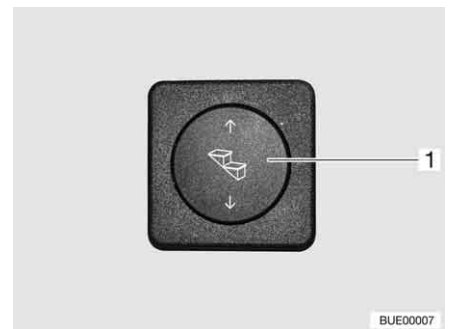

Fig. 12 Pulsante per il comando dello scalino di ingresso
- Premere in basso il pulsante basculante (Fig. 12,1) e tenerlo premuto (almeno 3 secondi), fino a che lo scalino di ingresso è stato completamente estratto.
- Premere in alto il pulsante basculante (Fig. 12,1) fino a che lo scalino di ingresso è completamente inserito.